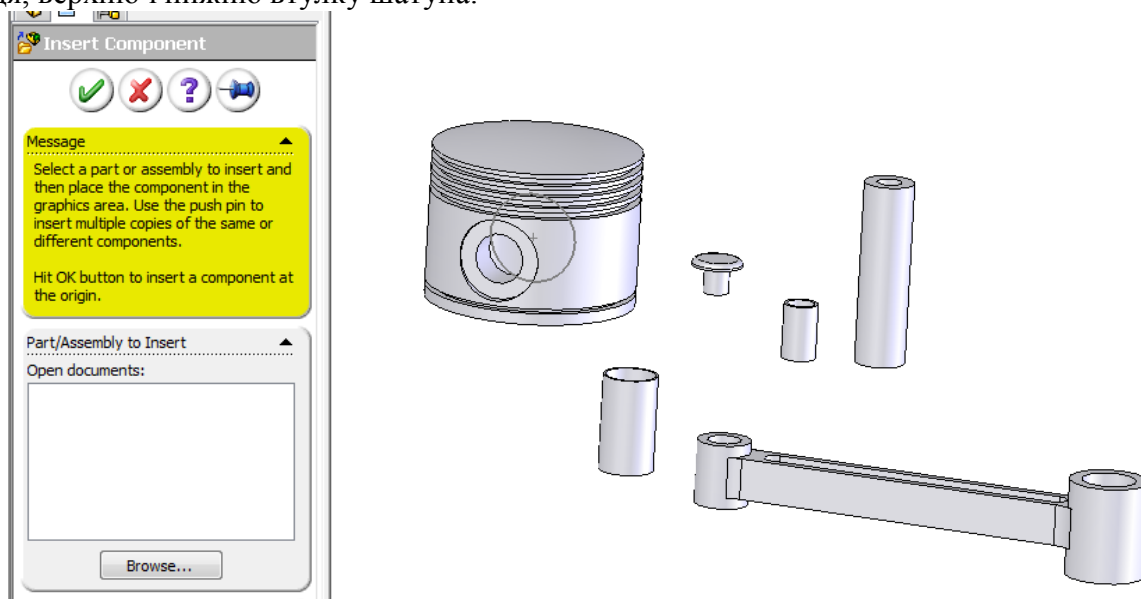

Рис. 7.3.4. Імпорт деталей в збірку
2. Ствоимо спочатку підзбірку. Для цього за допомогою діалогового меню ВСТАВИТЬ КОМПОНЕНТ (INSERT COMPONENT) (рис. 7.3.4) додайте в збірку наступні деталі: шатун (простий шатун, не головний), поршень, поршневий палець, заглушку поршневого пальця, верхню і нижню втулку шатуна.